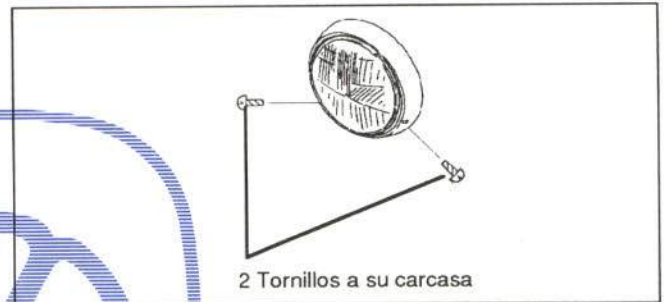

Figura 25.- Sujeción del faro
- Faro (figura 25)
- Manguito de gasolina (figura 25)